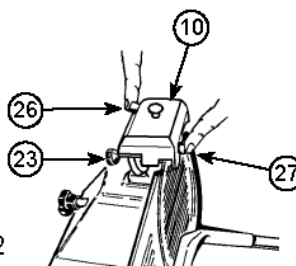

Fig. 2
- Senken Sie die Schärfer-Gruppe (10), bis sie eingerastet ist. Sichern Sie die Gruppe, indem Sie den Verriegelungsknopf (23)drehen. Siehe Abbildung 2.
- Drücken Sie auf den Knopf (26), und lassen Sie die Klinge 1 Minute lang drehen. Wenn die Klinge still steht, überprüfen Sie, ob sich ein Grat am Rand geformt hat.
- Nachdem sich die Präsenz des Grats bestätigt hat, machen Sie den Schalter (5) an und drücken Sie sanft auf die Taste (27) für ungefähr 3 Sekunden, um den während